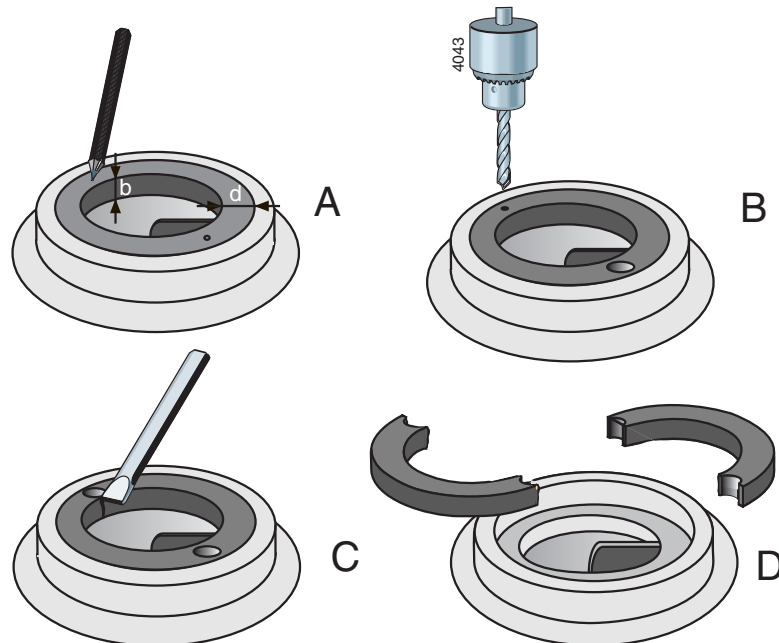

Abbildung 12: Entfernen des Spaltrings.
- Die Dicke (d) und Breite (b) des Ringes messen, siehe Abbildung 12 A.
- An zwei einander gegenüberliegenden Stellen mitten in den Rand des Ringes ein kleines Zentrierloch schlagen, siehe Abbildung 12 B.
- Mit einem Bohrer mit einem etwas kleineren Durchmesser als die Dicke (d) des Ringes zwei Löcher in den Ring bohren, siehe Abbildung 12 C. Nicht tiefer ausbohren als die Breite (b) des Ringes. Achten Sie darauf, dass der Passrand des Pumpengehäuses nicht beschädigt wird.
- Danach mit einem Meißel die restliche Ringdicke durchschlagen. Der Ring kann jetzt in zwei Teilen aus dem Pumpengehäuse herausgenommen werden, siehe Abbildung 12 D.